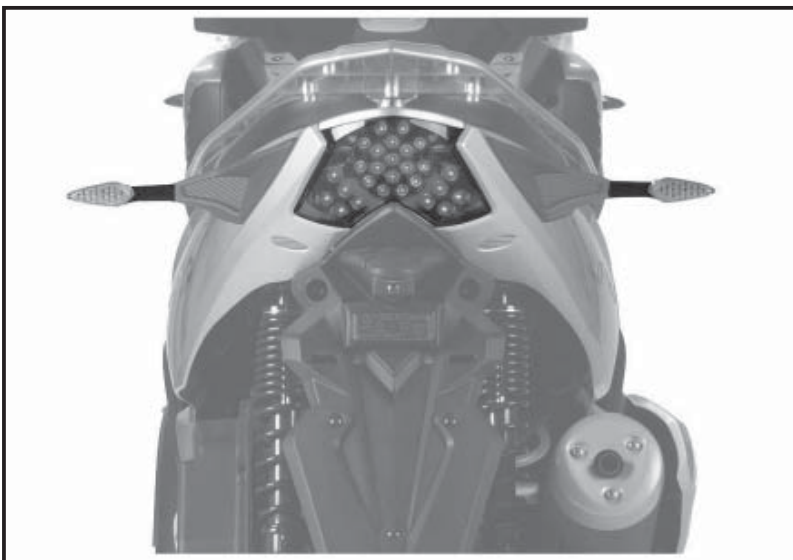

Fig. 02
6.16 GRUPO ÓPTICO TRASERO (Fig. 02)